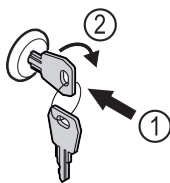

Fig. 167 Näitlik kujutis
- ▶ Vajutage võti sisse Fig. 167 (1).
- ▶ Keerake võtit 90° päripäeva Fig. 167 (2).